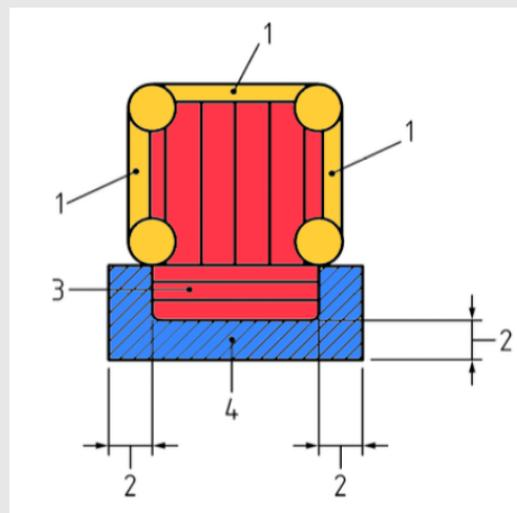

Abbildung 2
- Die Größe der Aufprallfläche muss auf jeder freien Seite mindestens 1,2 m betragen. Dafür sollten stoßdämpfende Matten verwendet werden (siehe Abbildung 2).